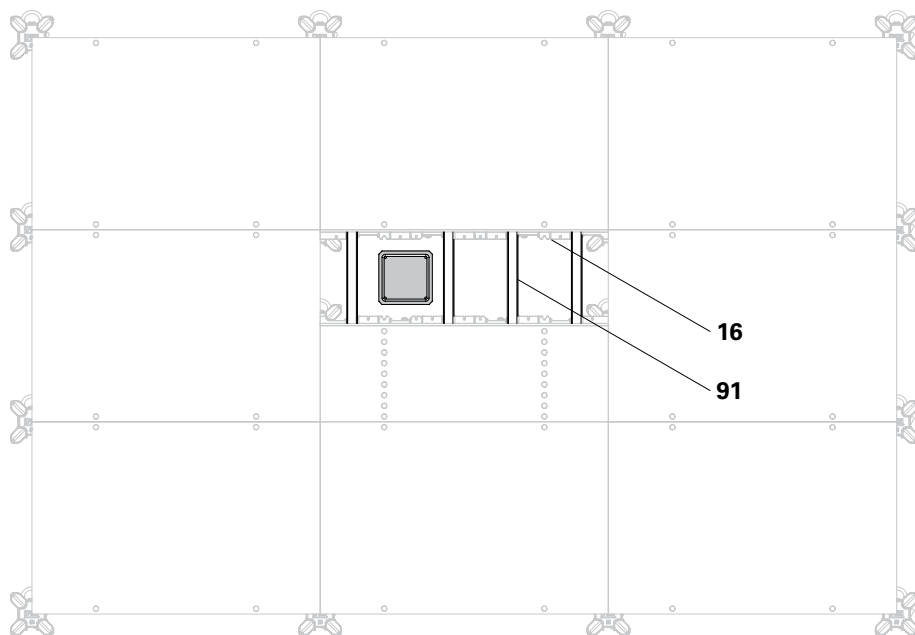

Fig. D3.08
8. Disporre travetti squadretti 75 x 50 (91) in qualsiasi posizione possibile nel montante di supporto 18 DFS (16).
9. Avvitare i travetti squadretti dal basso, inserendo viti Torx 5 x 15 nei fori predisposti nel montante di supporto. (Fig. D3.08)